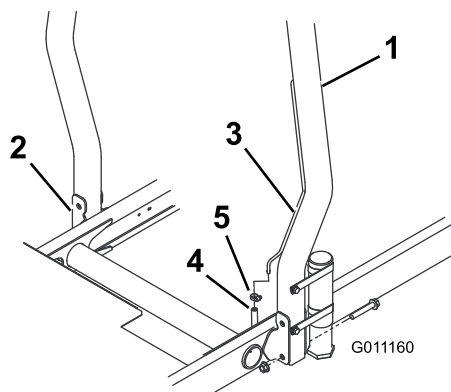

Figura 12
1. Baixe o arco de segurança até aos suportes de montagem da unidade de tracção, alinhando os furos de montagem. Certifique-se de que o tubo de ventilação no arco de segurança fica do lado esquerdo da máquina (Figura 12).
- Fixe cada lado do arco de segurança aos suportes de montagem com 2 parafusos de cabeça flangeada e porcas de bloqueio (Figura 12). Aperte os parafusos e porcas a 81 Nm.